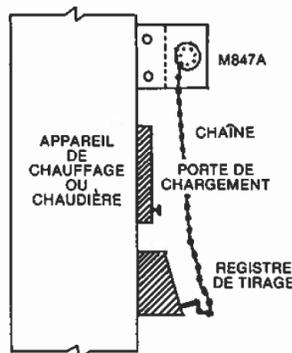

Fig. 3. Accouplement par chaîne.
**Position de Montage:** toute position sauf lorsque utilisé avec une chaîne. Dans ce cas, la roue du servomoteur doit être en position verticale (voir Fig. 3).
Le M847 se monte à l'aide de la plaque de montage. Le moteur doit être installé de façon à faciliter l'accouplement au registre de tirage de l'appareil de chauffage. Voir les Figs. 3 et 4 pour les deux genres d'accouplement.